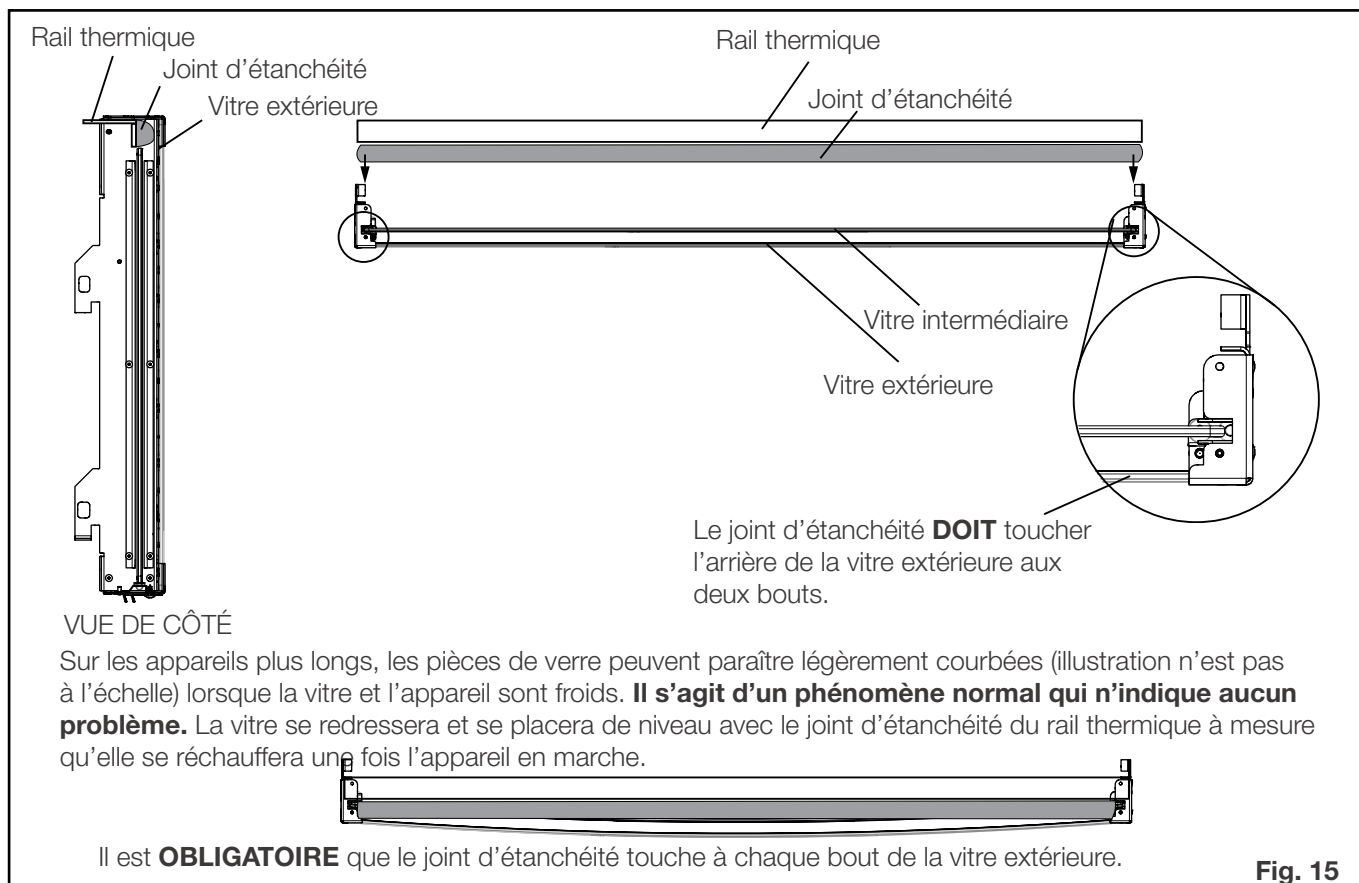

Fig. 15
11. Faites glisser le TGGA dans l'appareil jusqu'à ce que la vitre extérieure touche au joint d'étanchéité du rail thermique. La surface de la vitre doit entrer en contact avec le rail thermique aux deux bouts (**Fig. 15**). Le TGGA « clique » dans les loquets lorsqu'il est verrouillé. Si on tire dessus, le TGGA ne doit pas s'ouvrir, il doit être retenu par les loquets. Si le TGGA ne s'enclenche pas aisément avec les loquets, un ajustement pourrait être nécessaire; reportez-vous à l'étape 13.